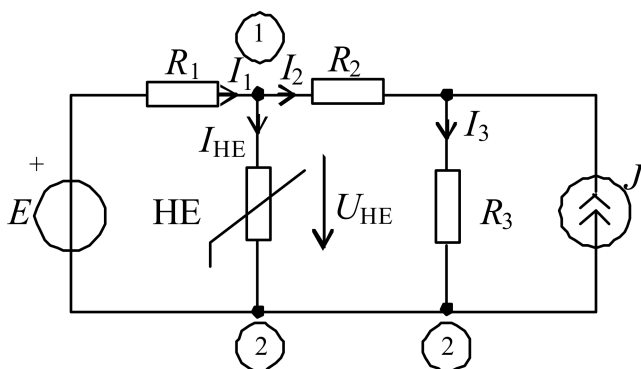

Рисунок 1.1 – Схема нелінійного кола
**Задача 1.** Дано: нелінійне коло (рис. 1.1). з наступними параметрами елементів:  $E = 9 \text{ В}$ ;  $J = 3 \text{ А}$ ;  $R_1 = R_2 = R_3 = 1 \text{ Ом}$ , ВАХ НЕ описується виразом
3. Повертаємось до початкової схеми (див. рис. 1.1).